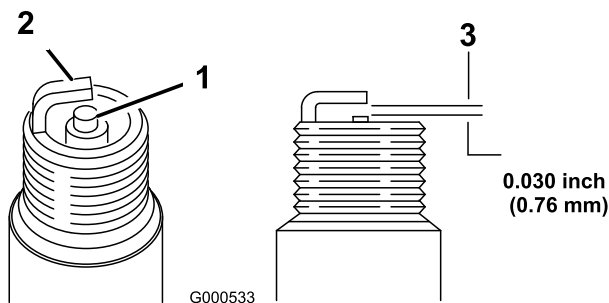

Figure 21
5. Réglez l'écartement des électrodes à 0,76 mm (0,030 po) (Figure 21).